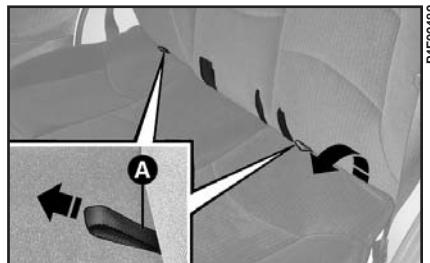

рис. 79
**1)** Разместите центральный ремень безопасности и пряжки всех ремней в соответствующих гнездах (**рис. 79**).
**2)** Потяните ручку **A** (**рис. 79**) вперед по ходу движения автомобиля и опрокиньте подушку сиденья.